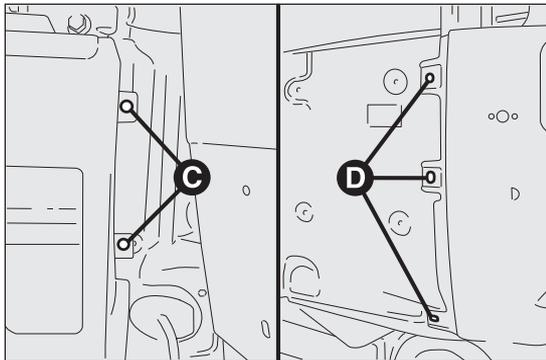

Abb. 202
- die beiden Befestigungen C Abb. 202 auf der Seite der hinteren Flügeltür herausdrehen, die sichtbar werden, wenn die Tür leicht geöffnet wird;
- die drei seitlichen Befestigungen D auf der Seite lösen, die nach dem Entfernen der seitlichen Zierleiste Abb. 202 erreichbar sind. Um die Zierleiste abzunehmen, müssen die drei unteren selbstschneidenden Schrauben herausgedreht und vorsichtig die Raststifte gelöst werden, um diese nicht abzubrechen. Falls ein oder mehrere Stifte abbrechen, müssen diese ausgetauscht werden;